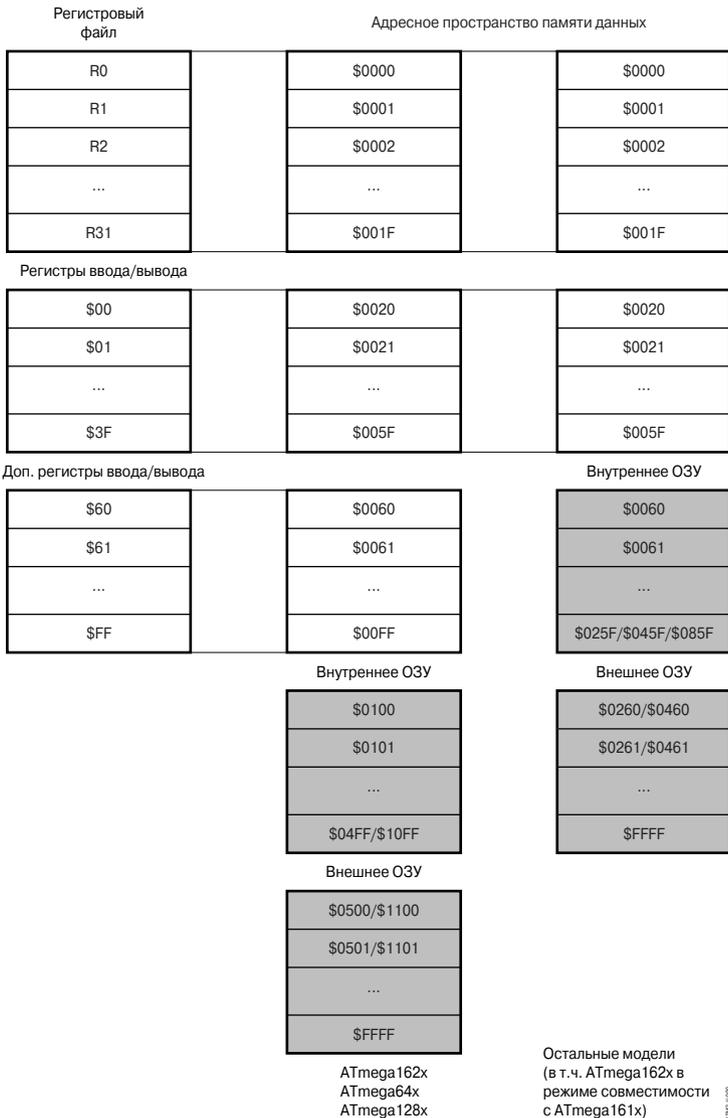

Рис. 2.15. Организация статического ОЗУ
В адресном пространстве ОЗУ также расположены все регистры микроконтроллеров, под них отведены младшие 96 (256) адресов (Рис. 2.15). Остальные адреса отведены под 512/1К/2К/4К...64К ячеек статического ОЗУ.
Как показано на **Рис. 2.15** каждый регистр файла имеет свой собственный адрес в пространстве памяти данных. Поэтому к ним можно обращаться двумя способами (как к регистрам и как к памяти), несмотря на то что физически эти регистры не являются ячейками ОЗУ. Такое решение является еще одной отличительной особенностью архитектуры AVR, повышающей эффективность работы микроконтроллера и его производительность.